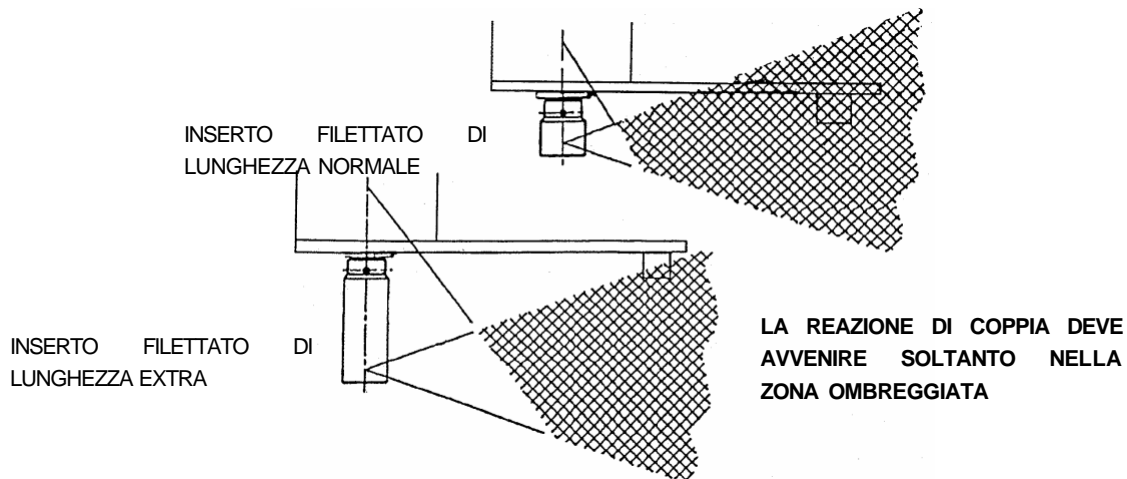

FIGURA 3
**IMPORTANTE: VERIFICARE CHE IL DISPOSITIVO DI SUPPORTO VENGA UTILIZZATO SOLTANTO ALL'INTERNO DEL CAMPO ILLUSTRATO NELLA FIGURA 3.**
Per speciali esigenze applicative oppure dove sono richieste chiavi a tubo particolarmente profonde, il braccio standard può essere allungato, tuttavia soltanto all'interno del campo illustrato nella Figura 3.
**ATTENZIONE: SE I CAMPI ILLUSTRATI NELLA FIGURA 3 NON VENGONO RISPETTATI, POSSONO VERIFICARSI UNA CHIUSURA ANTICIPATA O UN DANNO ALL'AZIONAMENTO DI USCITA DEL MOLTIPLICATORE DI COPPIA. SI RACCOMANDA DI MODIFICARE IL SUPPORTO IN MODO CHE AGISCA NELLA ZONA OMBREGGIATA.**